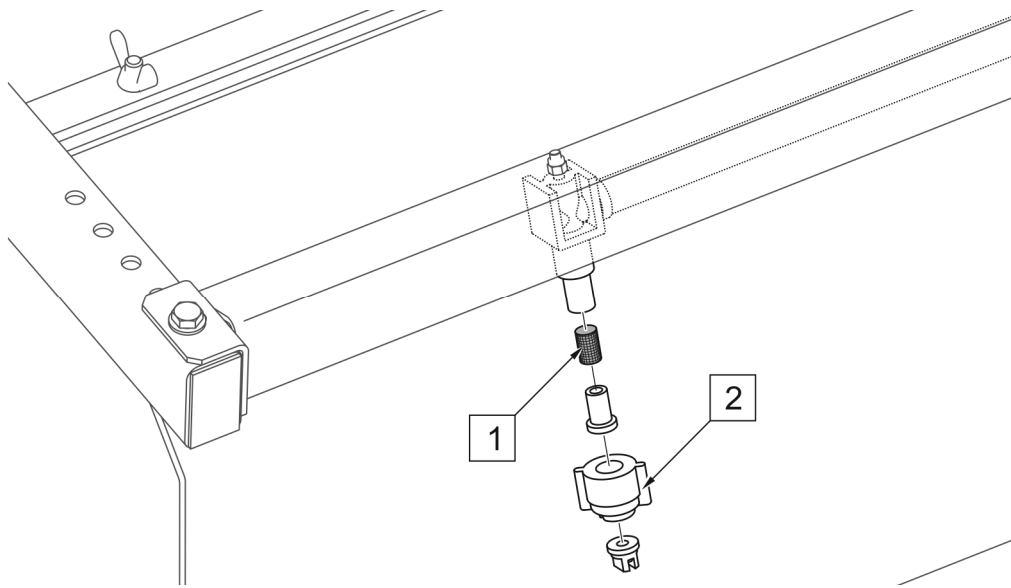

РИСУНОК 5.11 Фільтри зрошувачів
Всередині кожного зрошувача є фільтр (РИСУНОК 5.11). Щоб очистити фільтр (1) зрошувача, відкрутіть гайку (2), потім промийте фільтр або продуйте його стисненим повітрям. Перед встановленням перевірте прохідність форсунки зрошувача. Перевірте технічний стан зрошувачів і, якщо треба, замініть.